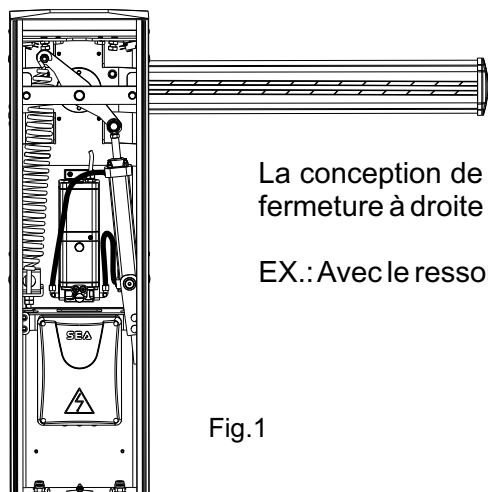

Fig.1
**N.B.:** L'opérateur est livré de série comme dans Fig.1 (avec ouverture à gauche).
Barrière avec ouverture à gauche (Fig. 1)